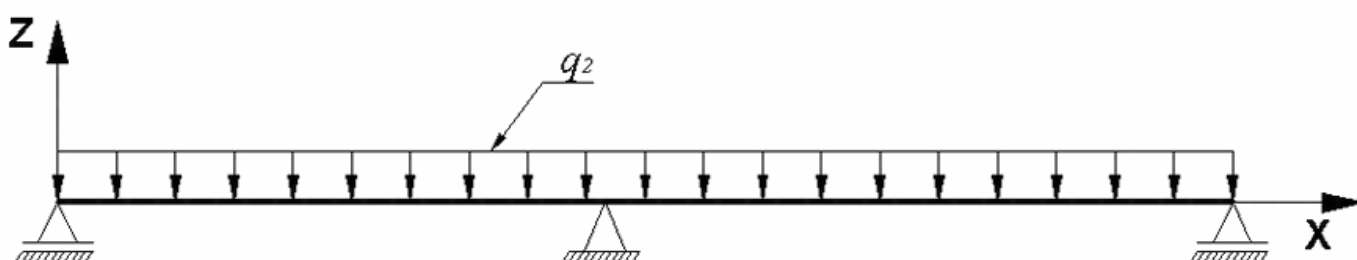

Рис. 7.4. Схема завантаження 2 балки
- завантаження 2 – рівномірно-розподілене  $q_2 = 0.3$  т/м (рис. 7.4);